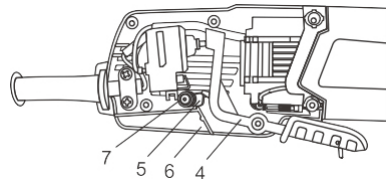

Fig. 9
6. Retirez le bras de l'interrupteur (4) en le soulevant vers le haut (Fig. 9).
7. Retirez le bouton de verrouillage (5) en le soulevant de la moitié gauche de la poignée (6).